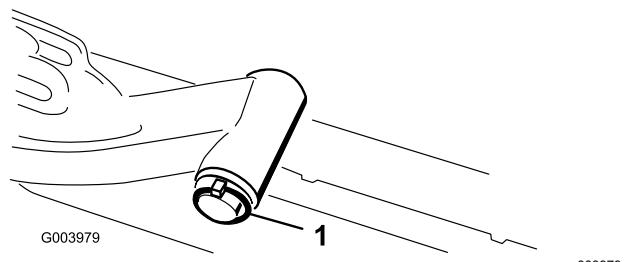

图 18
- A. 拆下将提升臂枢轴固定至提升臂的保险销和垫圈将提升臂枢轴滑出提升臂 (图 18)。
- C. 将提升臂轴插入提升臂用垫圈和保险销将其固定 图 18。